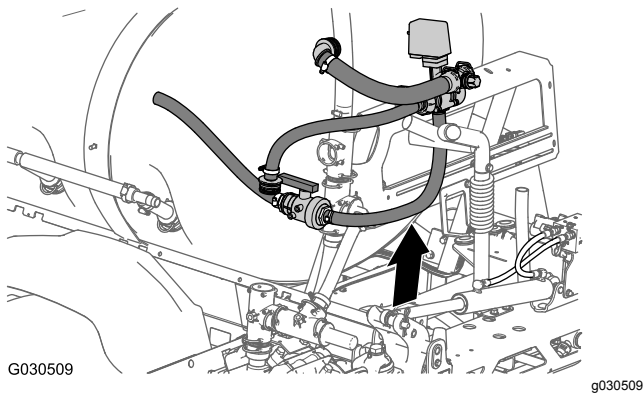

图 69
8. 从机器中拆下搅拌阀和旁通阀、球阀及连接至阀门的软管 图 69。